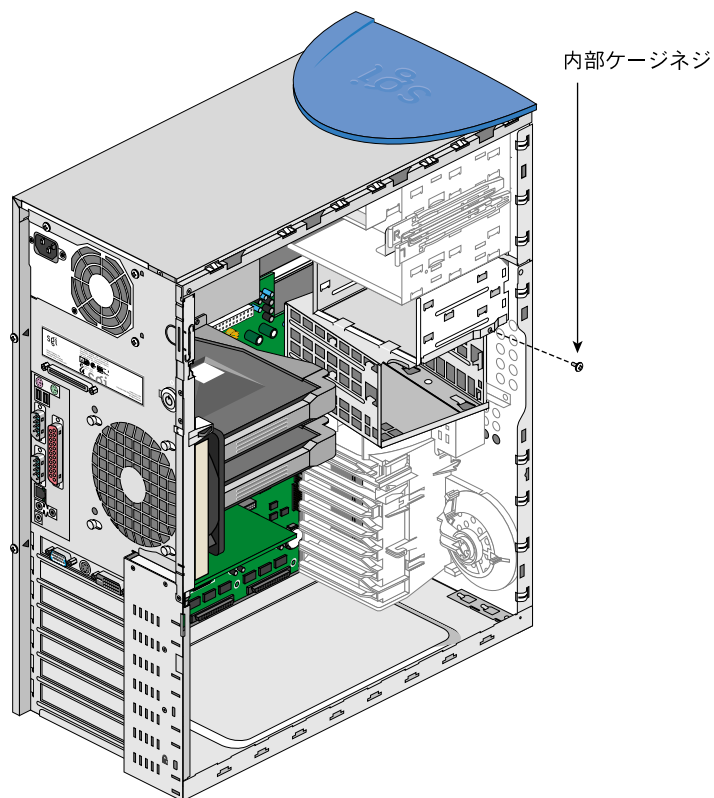

図2-18 内部ケージネジの位置
4. 内部ドライブページの上部にある内部ページネジを外します。図2-18に、ネジの位置を示します。